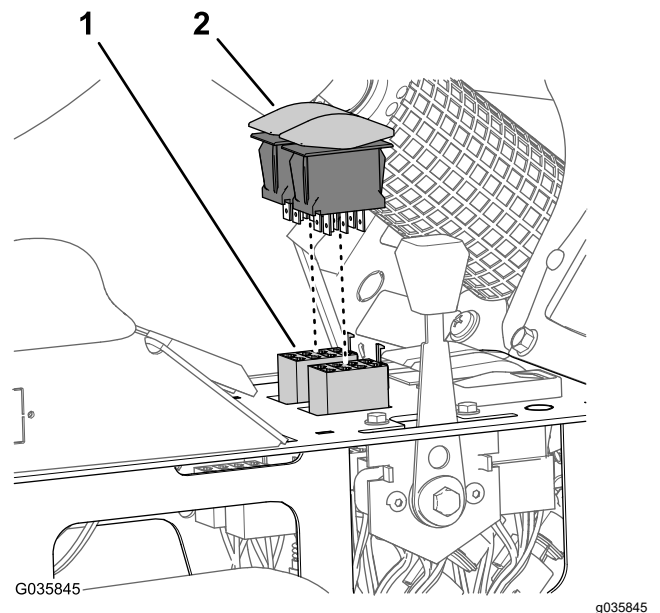

Figura 27
3. Desconecte el conector hembra de 8 vías del arnés de cables de la máquina desde los interruptores de elevación de brazos para los circuitos de control de elevación de brazos izquierdo y derecho (Figura 27).
4. Conecte los interruptores basculantes en los conectores hembra de 8 vías del arnés de cables del kit de acabado del brazo Ultra Sonic Boom (Figura 27).
5. Instale los interruptores de elevación de los brazos en las aberturas del panel de la consola central hasta que los interruptores encajen en su sitio (Figura 27).